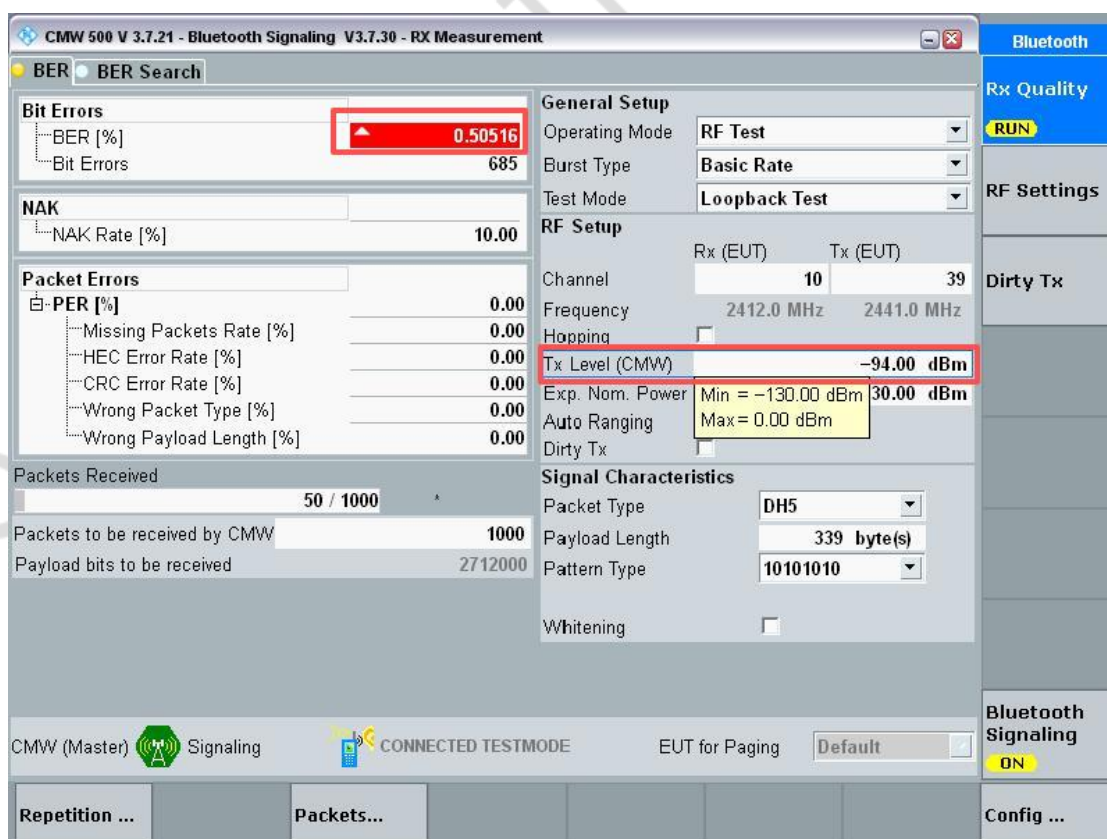

图 5-5
- 4) 选中界面中的【Tx Level (CMW)】缓慢减小 Tx Level 的值（可以以0.01或0.1的步进减小 Tx Level 值），当屏幕左上角 PER[%] 或 BER[%] 中显示值变红，上一个值即目前所测信道的接收灵敏度，如图 5-5；